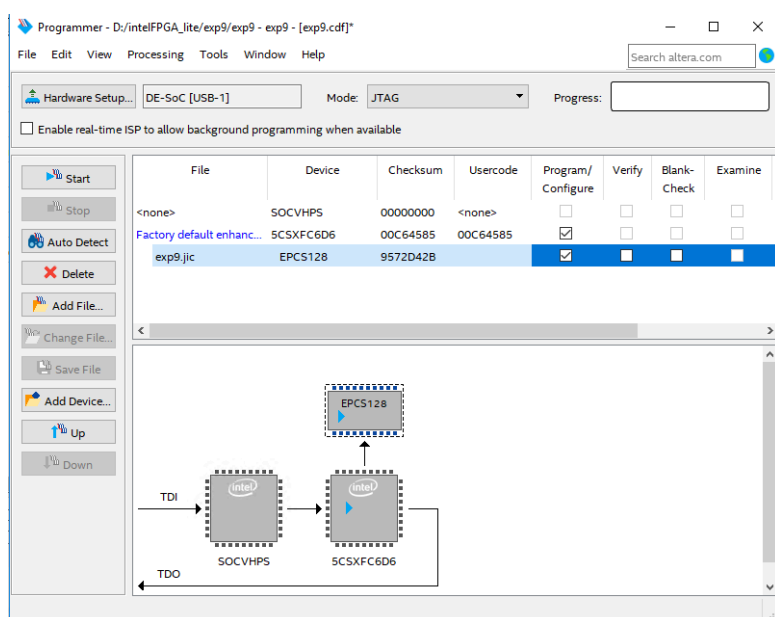

图 1-9: 使用.jic 文件编程
4. 选择刚才生成的.jic 文件，这时可以看到我们的 EPCS128 Flash 了，如图 1-9所示。勾选对应的 **Program**。